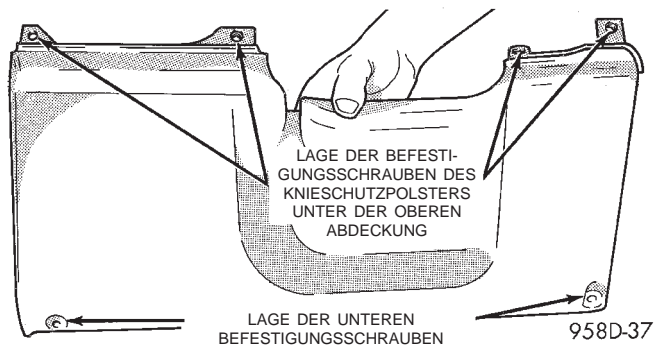

Abb. 57 Befestigungspunkte des Knieschutzpolsters
(5) Die obere Abdeckung der Instrumententafel so weit nach oben ziehen, daß die Befestigungsschrauben des Knieschutzpolsters zugänglich sind (Abb. 57).